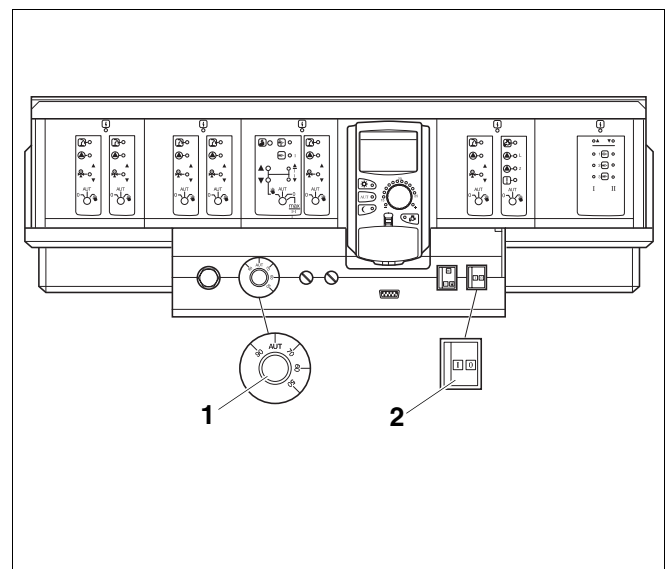

Abb. 3 Regelsystem Logamatic 4000
Nehmen Sie Ihren Heizkessel über das Regelgerät Abb. 3 in Betrieb. Mit der Inbetriebnahme des Regelgerätes nehmen Sie automatisch den Brenner mit in Betrieb. Der Brenner kann anschließend vom Regelgerät gestartet werden. Weitere Informationen dazu können Sie in der Bedienungsanleitung des jeweiligen Regelgerätes nachlesen.
- Stellen Sie den Betriebsschalter (Abb. 3, **Pos. 2**) in Stellung „I“ (Ein).
- Stellen Sie den Kesselwassertemperaturregler (Abb. 3, **Pos. 1**) auf „AUT“. Bei Konstantregelung auf die gewünschte Temperatur (min. 65 °C) einstellen.
- Stellen Sie den Betriebsschalter (Abb. 3, **Pos. 2**, Seite 7) in Stellung „0“ (AUS).
- Stellen Sie am Regelgerät den Betriebsschalter (Abb. 3, **Pos. 2**, Seite 7) in Stellung „0“ (Aus).
- Stellen Sie nach ca. drei Sekunden am Regelgerät den Betriebsschalter (Abb. 3, **Pos. 2**, Seite 7) in Stellung „1“ (Ein).